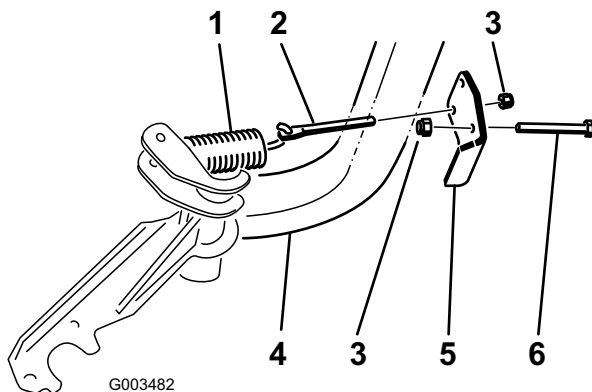

Figure 6
4. Insérez la tige de ressort dans le trou du support de ressort et fixez-la sans serrer avec un contre-écrou (3/8 pouce). Positionnez la tige de ressort comme illustré à la Figure 6.
6. Montez le support de ressort sur le tube de châssis avant avec un boulon (3/8 x 2-3/4") et un contre-écrou (3/8 pouce). Positionnez le support de ressort comme illustré à la Figure 6.